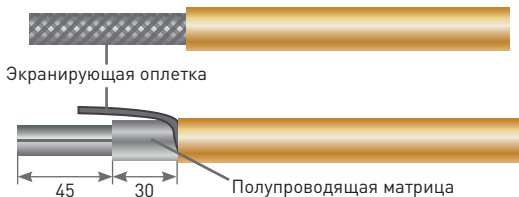

Рис. 2
5.3.5 Наружную изоляцию кабеля длиной 75 мм надрезать и снять, экранирующую оплетку свернуть жгутом. Свободную от оплетки изоляцию полупроводящей матрицы (то, что под оплеткой) снять, отступив от конца кабеля 45 мм (см. Рисунок 2).